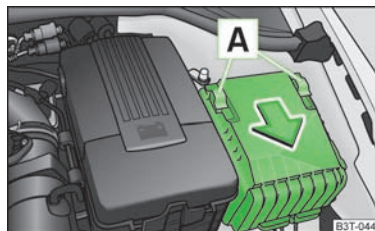

Abb. 188
- Die Abdeckung des Sicherungskastens wird abgenommen, indem die Sicherungsbügel » Abb. 188 bis zum Anschlag nach vorn verschoben werden. Hinter dem Bügel wird das Symbol sichtbar. Die Abdeckung jetzt abnehmen.